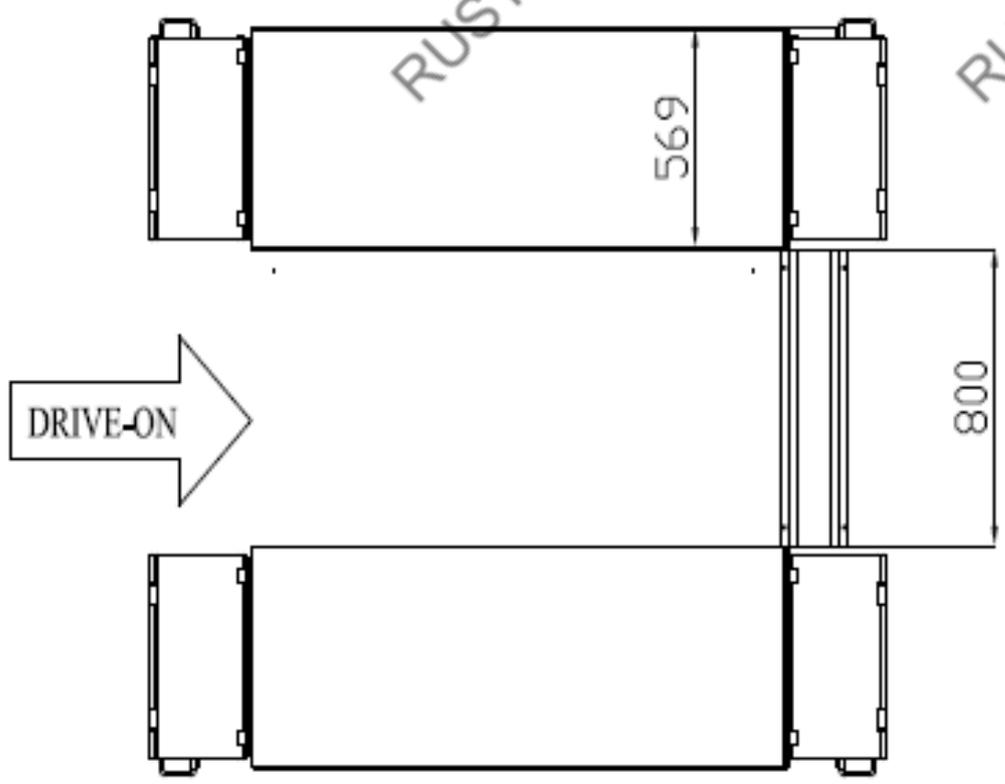

Рис.2
### 5.1 Габариты и основные технические характеристики (см. Рис. 2)
- Спланируйте расположения подъемника исходя из данных представленных на рис.2, с помощью мела начертите схему расположения рамы основания, с учетом направления заезда на подъемник.